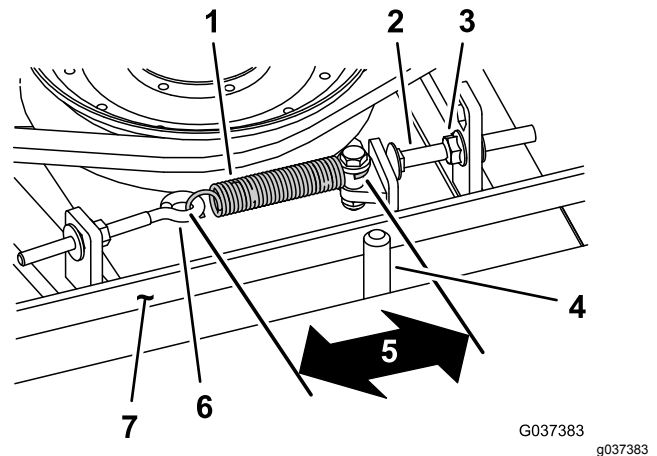

Figura 113
Quando a tensão estiver correta, a medida interior da mola de extensão (gancho a gancho) deverá ser de cerca de 8,3 cm a 9,5 cm. Logo que se obtenha a tensão correta da mola, ajuste o pino de fecho (parafuso da carroçaria) até haver uma folga aproximada de 2 a 5 mm entre a cabeça do parafuso e o braço intermédio (Figura 113).
Nota: Certifique-se de que a correia está colocada no lado da mola do guia da correia (Figura 113).
2. Desaperte o parafuso com olhal (Figura 113).
3. Desaperte a porca flangeada que prende o pino de fecho à patilha de montagem e afaste a polia intermédia da correia (Figura 113).
Nota: Certifique-se de que correia está colocada no lado da mola do guia da correia (Figura 113).
9. Ligue a mola de extensão (Figura 113) ao parafuso de olhal e aplique a tensão na correia como se segue: